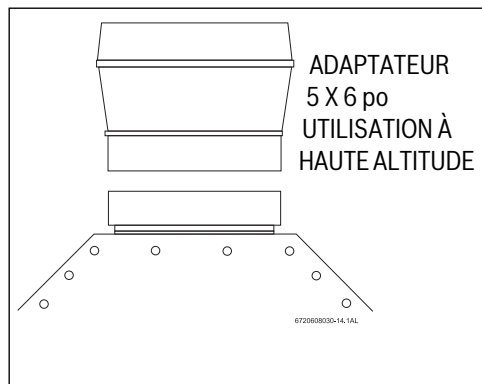

Fig. 10 Adaptateur d'évacuation pour les installations à haute altitude
- ▶ Il est recommandé d'utiliser un conduit à double paroi de type B de 5 po de diamètre. Aux altitudes supérieures à 2 000 pieds, utilisez un conduit de 6 po, comme le montre la Fig. 10. La section du conduit d'évacuation ne doit en aucun cas être réduite.
Les cheminées en maçonnerie doivent être construites et installées conformément à la norme NFPS 211 ou à la réglementation locale. Dans le cas d'une évacuation par une cheminée interne en maçonnerie à tirage naturel, il faut utiliser un conduit d'évacuation d'au moins 5 po (métallique double paroi de type B), ou bien un boisseau de terre cuite ou autre système homologué de doublage de cheminée. Aux altitudes supérieures à 2 000 pieds, utilisez un conduit de 6 po, comme le montre la Fig. 10. Certaines réglementations locales exigent l'utilisation d'un conduit d'évacuation et d'un système homologué de doublage pour l'évacuation par une cheminée en maçonnerie. Le Commonwealth du Massachusetts exige l'utilisation d'un boisseau homologué. Le système de doublage peut être constitué d'un boisseau de terre cuite homologué, d'un système homologué de doublage de cheminée ou d'un autre matériau résistant à la corrosion, à l'érosion, au ramollissement et à la formation